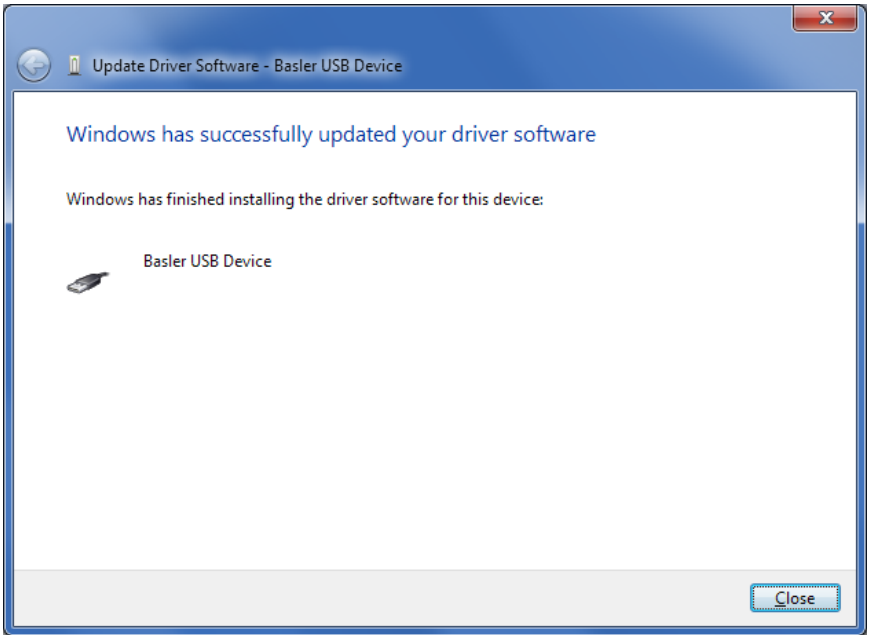

Figura 8-7. Actualización del software del controlador exitosa
Paso 7: La ventana en Figura 8-7 aparecerá si la instalación del controlador se realizó con éxito.